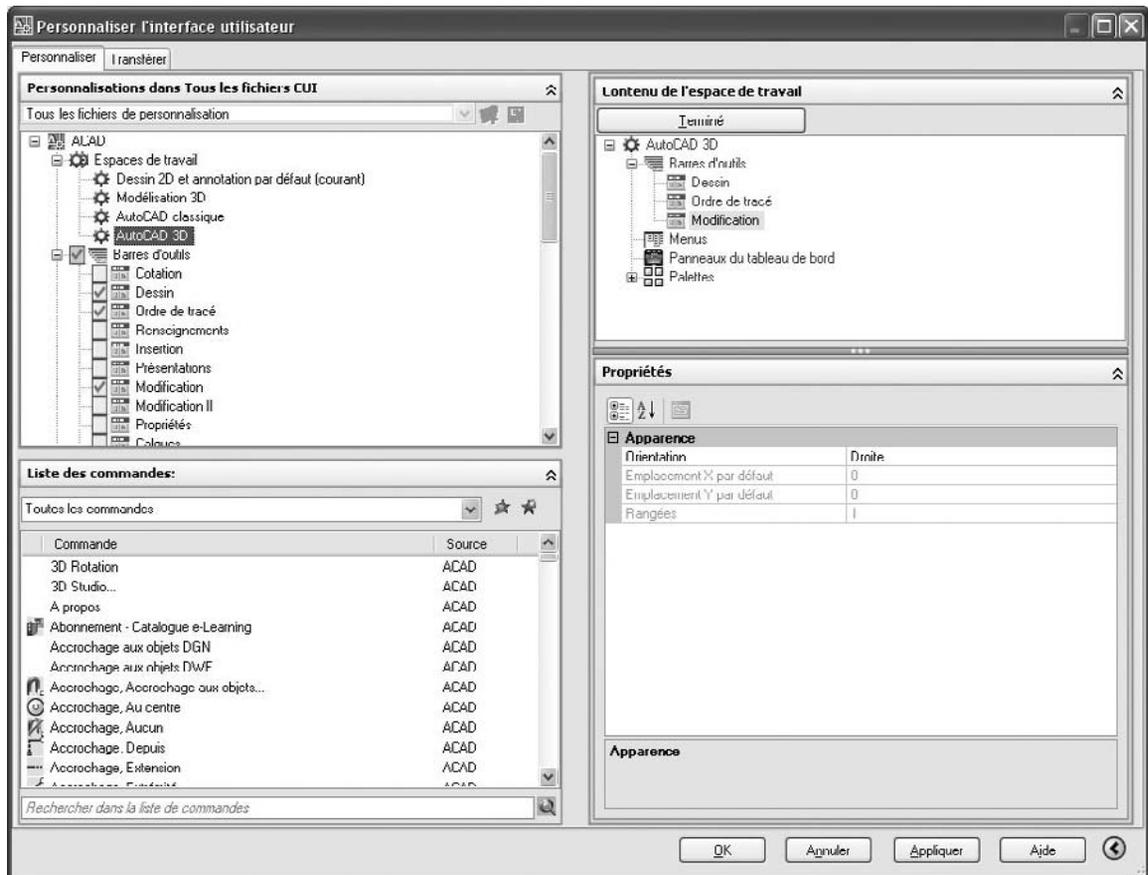

Fig.25.2
- 6] Cliquer sur la case à cocher située en regard de chaque menu, barre d'outils ou fichier CUI partiel que l'on souhaite ajouter à l'espace de travail (fig.25.2).